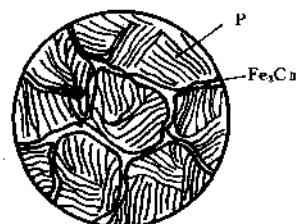

图 6-1
4. 熟练画出铁碳合金室温平衡组织示意图，正确标出各组织组成物，熟悉各种组织的特征。如：过共析钢(T12)室温平衡组织为 $P+Fe_3C_I$ ，其组织特征是：白色网状 Fe_3C_I 包围在层片状 P 周围，组织示意图见图 6-1。